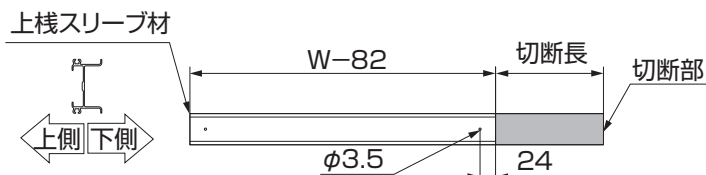

図 15-5
⑤上栈スリーブ材を切断した側から24mmのところ、φ3.5の下孔をあけてください。(図 15-5 参照)
⑥加工後、再度組立ててください。